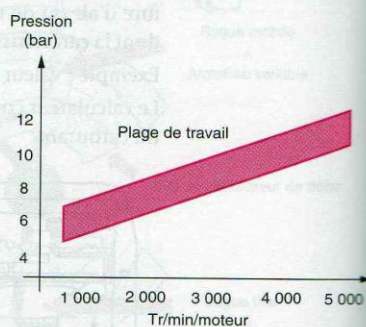

Figure 65.11. Pression interne dans une pompe Bosch VE... E
- la pression interne doit permettre, dès les faibles régimes de rotation, un déplacement maximal du vérin d'avance (fig. 65.11) ;
Le pilotage de cet actuateur module la pression derrière le vérin d'avance (fig. 65.11), créant une fuite variable entre la partie pression et le côté retour vers l'aspiration.